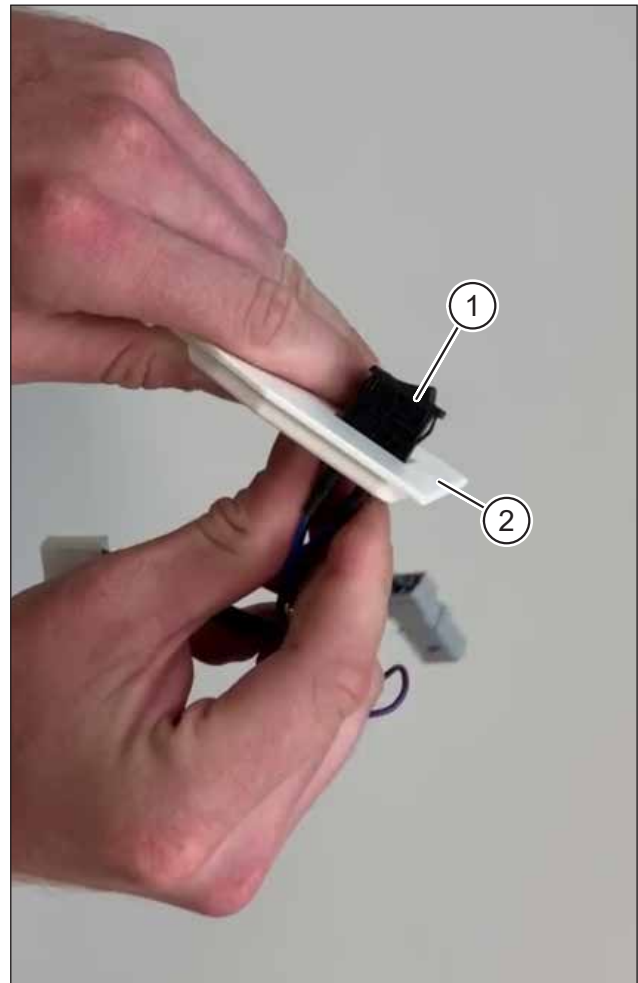

Abb. 10: Schalter von Elektronikabdeckung abziehen
- ▶ Drücken Sie die beiden Haltetaschen an der Rückseite des Netzschalters (Pos. 1 in Abb. 10) zusammen.
- ▶ Schieben Sie den Schalter mit dem Kabelbaum nach vorne aus der Elektronikabdeckung (Pos. 2 in Abb. 10).
| Netzschalter | Elektr. Komponente | Pos. 1 in Abb. 10 |